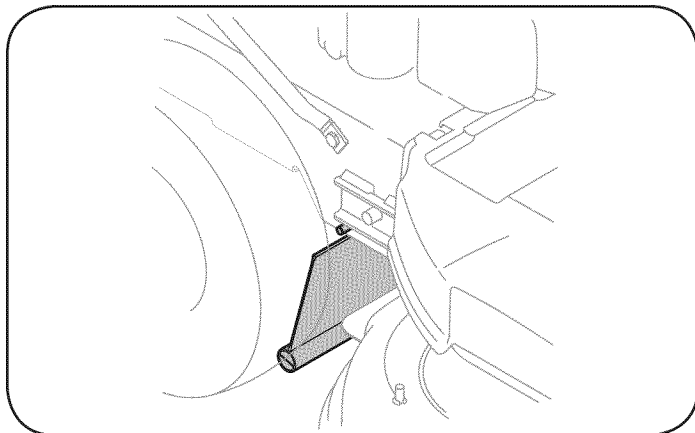

Figura 19
2. Doble el escudo posterior hacia adentro a cada lado para liberar las lengüetas de los agujeros en el bastidor de la cortadora, Figura 19.